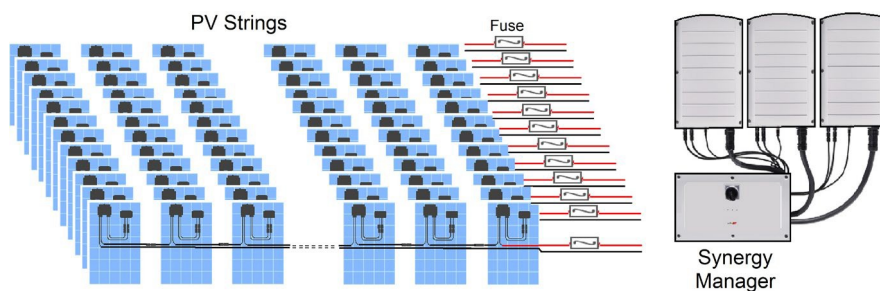
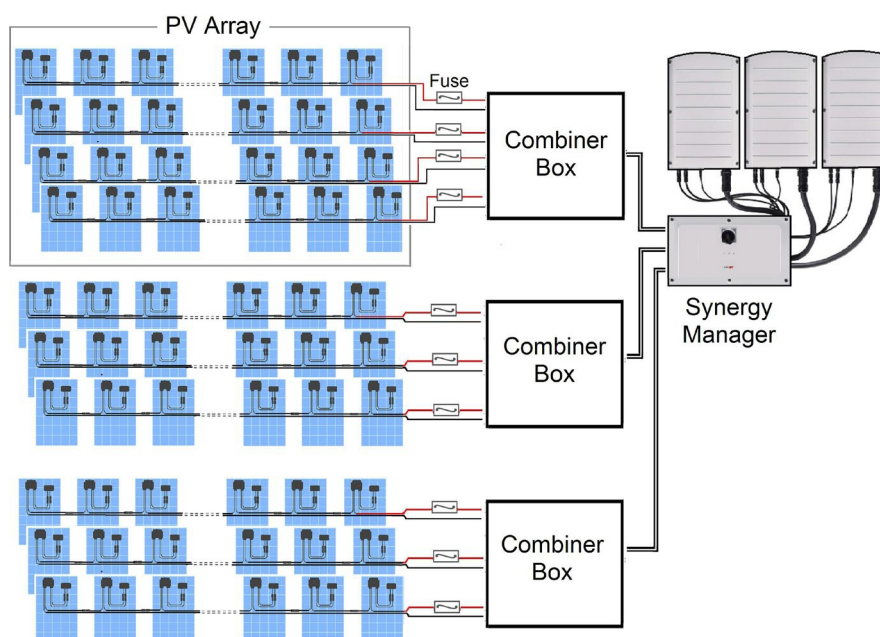

Figure 20: Connection of PV strings to the Synergy Manager
Figure 21: Connection of PV arrays to the Synergy Manager
- When installing a system with three or more PV strings per a Synergy Unit (whether connected directly or via a combiner box), fuses are required. In SolarEdge systems, fuse sizes are different depending on the optimizers model. See Figure 20 and Figure 21 below.
- Lors de l'installation d'un système avec plus de 3 chaînes PV par unité Synergy unique (qu'elles soient connectées directement ou via un boîtier de combinaison), des fusibles sont nécessaires. Dans le système SolarEdge, les tailles des fusibles sont différentes pour l'optimisation commerciale domestique. Voir Figure 20 et Figure 21.
Figure 20 shows the connection of PV strings and Figure 21 shows the connection of PV arrays to the Synergy Manager.